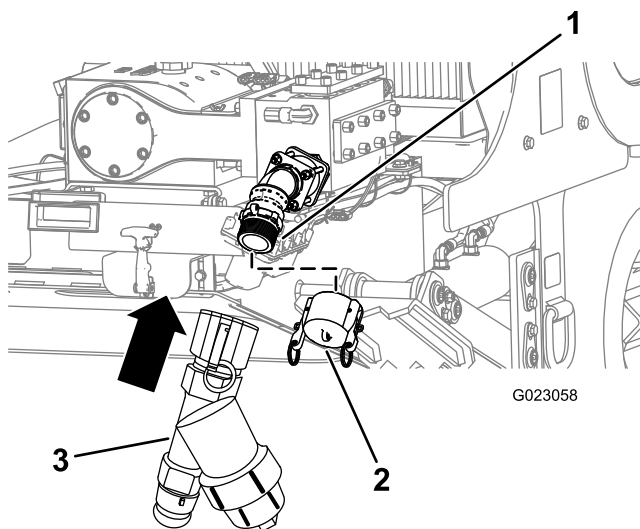

Bild 84
1. Nehmen Sie den Pumpeneinlassdeckel ab (Bild 84).
2. Richten Sie das Y-Sieb auf das Gewinde der Pumpe aus (Bild 84).